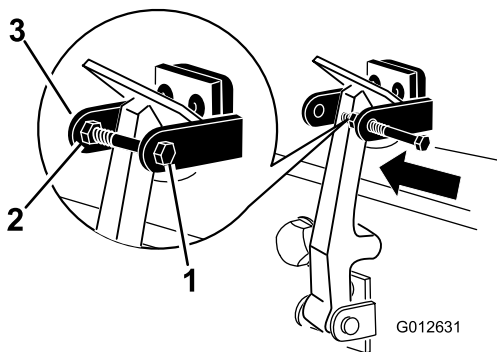

Figura 6
7. Avvitare il bullone nell'altro braccio della staffa di chiusura del cofano per fissare il fermo in posizione (Figura 6). Serrate accuratamente il bullone ma non serrate il dado.